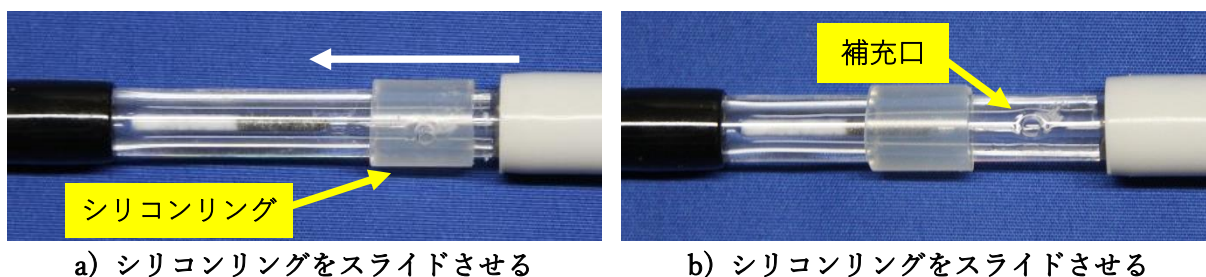

図 3 内部液の補充方法
- ① 校正用比較電極を横に置き、内部液の補充口を確認します。内部液の補充口のシリコンリングをねじるように先端側にスライドさせます（図 3 の a））。
- ② 補充口が露出したら、同梱の内部液を充填させます（図 3 の b））。